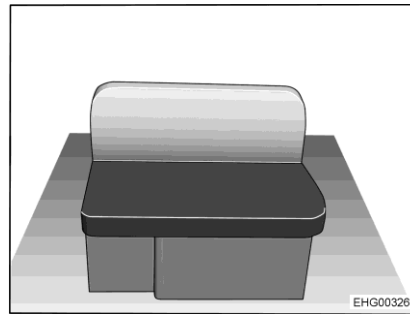

Bild 19 Längssitzbank, rechts
- Das Sitzpolster und das Rückenpolster von der Längssitzbank (Bild 19) abnehmen.